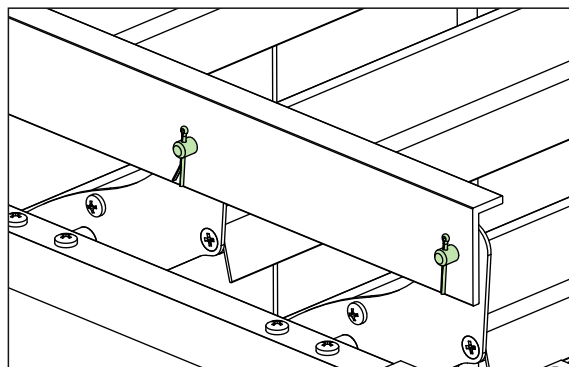

Abb. 23
9.3. Spreizen Sie zum Schluss die Enden der Splintbolzen, um einen sicheren Halt zu ermöglichen. Siehe Abb. 23.